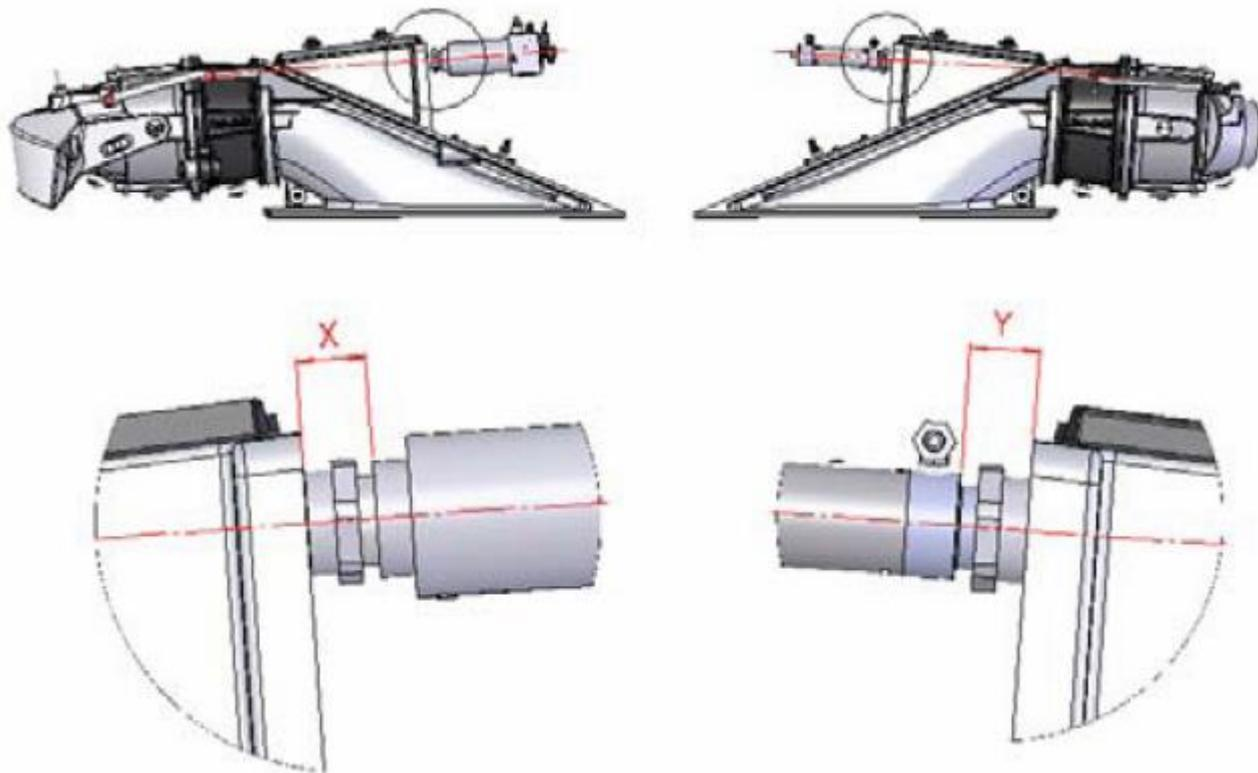

Figura 26. Dimensioni dei cilindri idraulici
4. Spingere il cilindro in posizione ed avvitarlo fino a raggiungere le distanze corrette (X & Y) (Figura 26).